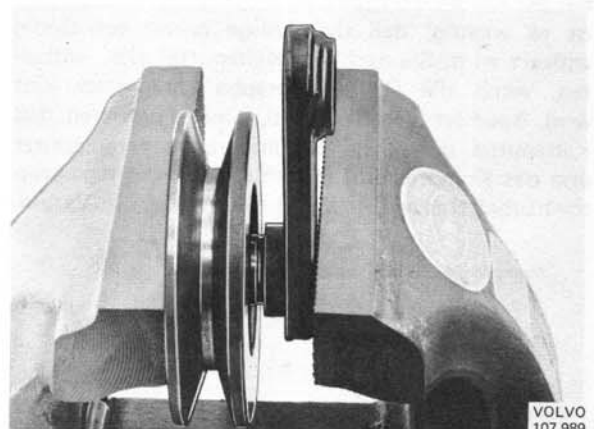

Abb. 44 Zusammenpressen der Spannrolle, spät. Ausf.
5. Riemenscheibe auf den Lagerbolzen pressen (Abb. 44) und die Außensicherung auf dem Achsbolzen einfedern.